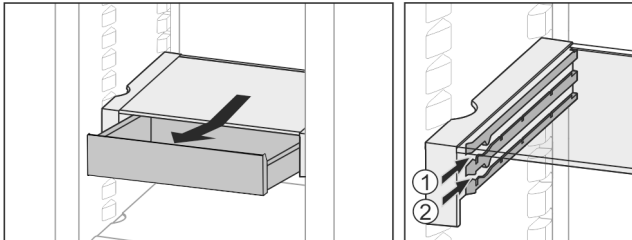

Fig. 23
- ▶ L'insérer à n'importe quelle hauteur *Fig. 23 (1)* ou *Fig. 23 (2)*.